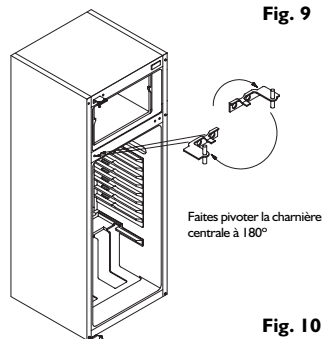

Fig. 10
9. Faites pivoter la charnière centrale à 180°. Remontez les portes des compartiments réfrigérateur et congélateur avec la charnière centrale (point 2 dans l'ordre inverse). Fixez la charnière centrale en serrant les vis (Fig. 10). Pour terminer, réinstallez les capuchons supérieurs de la porte du congélateur.